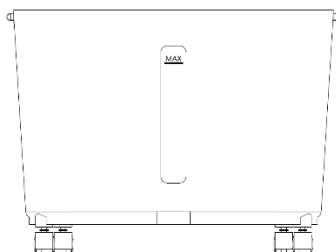

Fig. 5
- Cuando llene el depósito de agua, preste atención al indicador de nivel de agua situado en la parte delantera del depósito (véase la fig. 5).